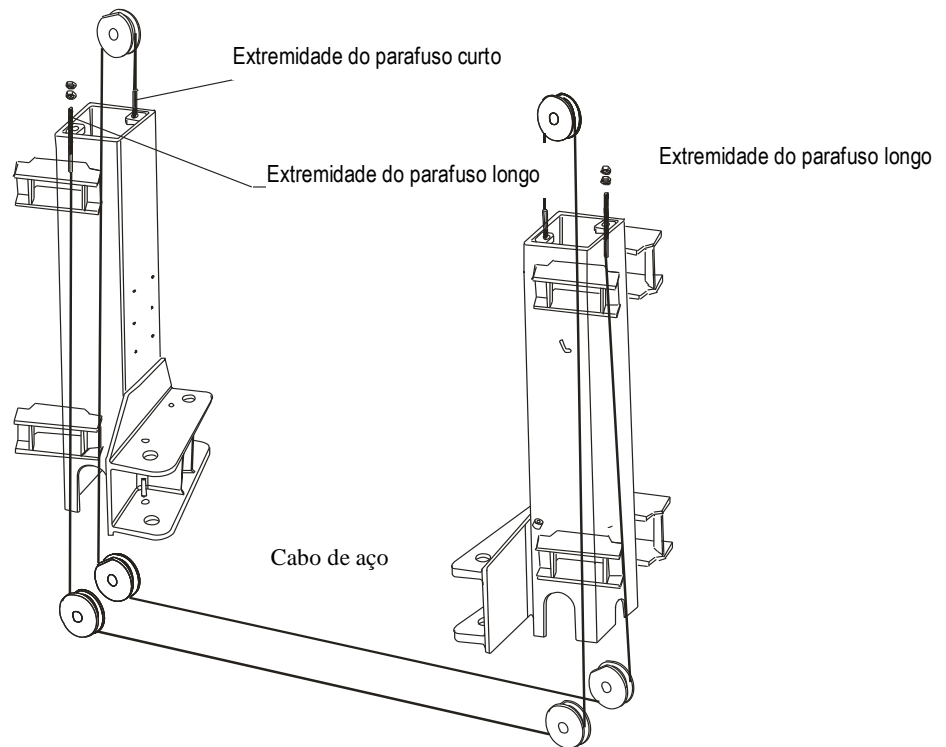

Fig. 6
- Erga os dois carros para a posição de travamento de segurança (certifique-se de que as travas de segurança em cada coluna estejam totalmente engatadas antes de instalar os cabos), e os dois carros estejam na mesma posição em relação ao piso (mesma altura). Instale os dois cabos de aço como mostrado na Fig. 6.